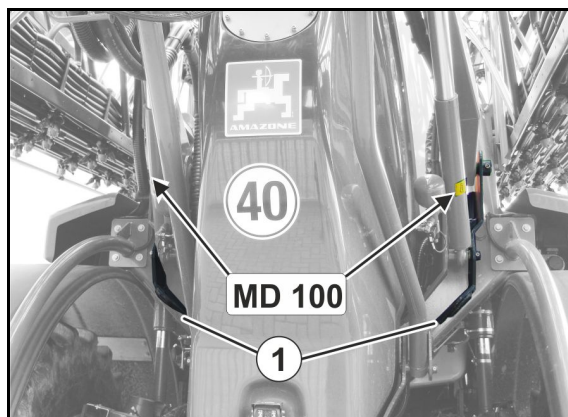

Fig. 5
- Două puncte de legare în spate (Fig. 5/1)